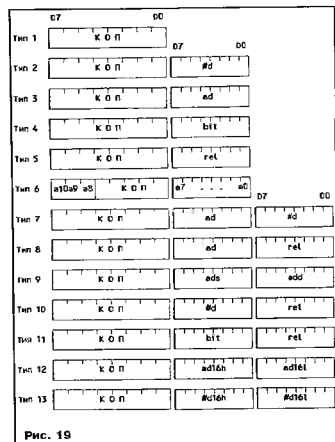

Рис. 19
В качестве операндов команд микро-ЭВМ семейства 8051 могут использоваться отдельные биты, четырехбитные цифры, байты и двухбайтные слова. Всего микро-ЭВМ выполняют 13 типов команд (см. рис. 19).
Как следует из рис. 19, первый байт команды всегда содержит код операции (КОП), а второй и третий (если они присутствуют в команде) — адреса операндов или их непосредственные значения.
Эта группа представлена 28 командами, краткое описание которых приведено в табл. 12, где также указаны тип команды (T) в соответствии с рис. 19, ее длина в байтах (B) и время выполнения в машинных циклах (C).